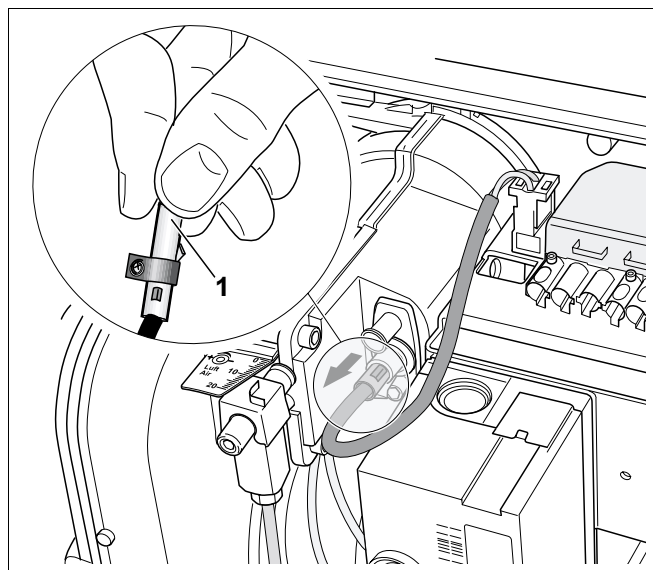

Fig. 21 Testarea funcției senzorului de flacără
- Cu arzătorul în funcțiune, se scoate senzorul de flacără din suport, trăgând de mânerul prevăzut (Fig. 21).
- Se acoperă senzorul de flacără (Fig. 21, **Poz. 1**). După repornire trebuie să urmeze o deconectare la perturbație.